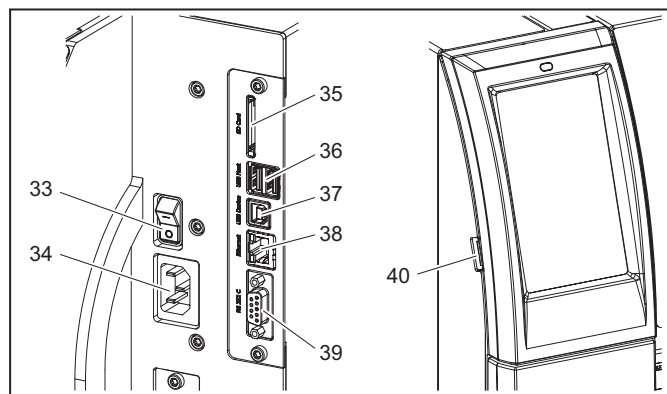

Bild 3.5 Anschlüsse
- Stecken Sie das Netzkabel in die Netzanschlussbuchse (36, Bild 3.5).
- Schalten Sie den Drucker am Netzschalter ein (33, Bild 3.5).